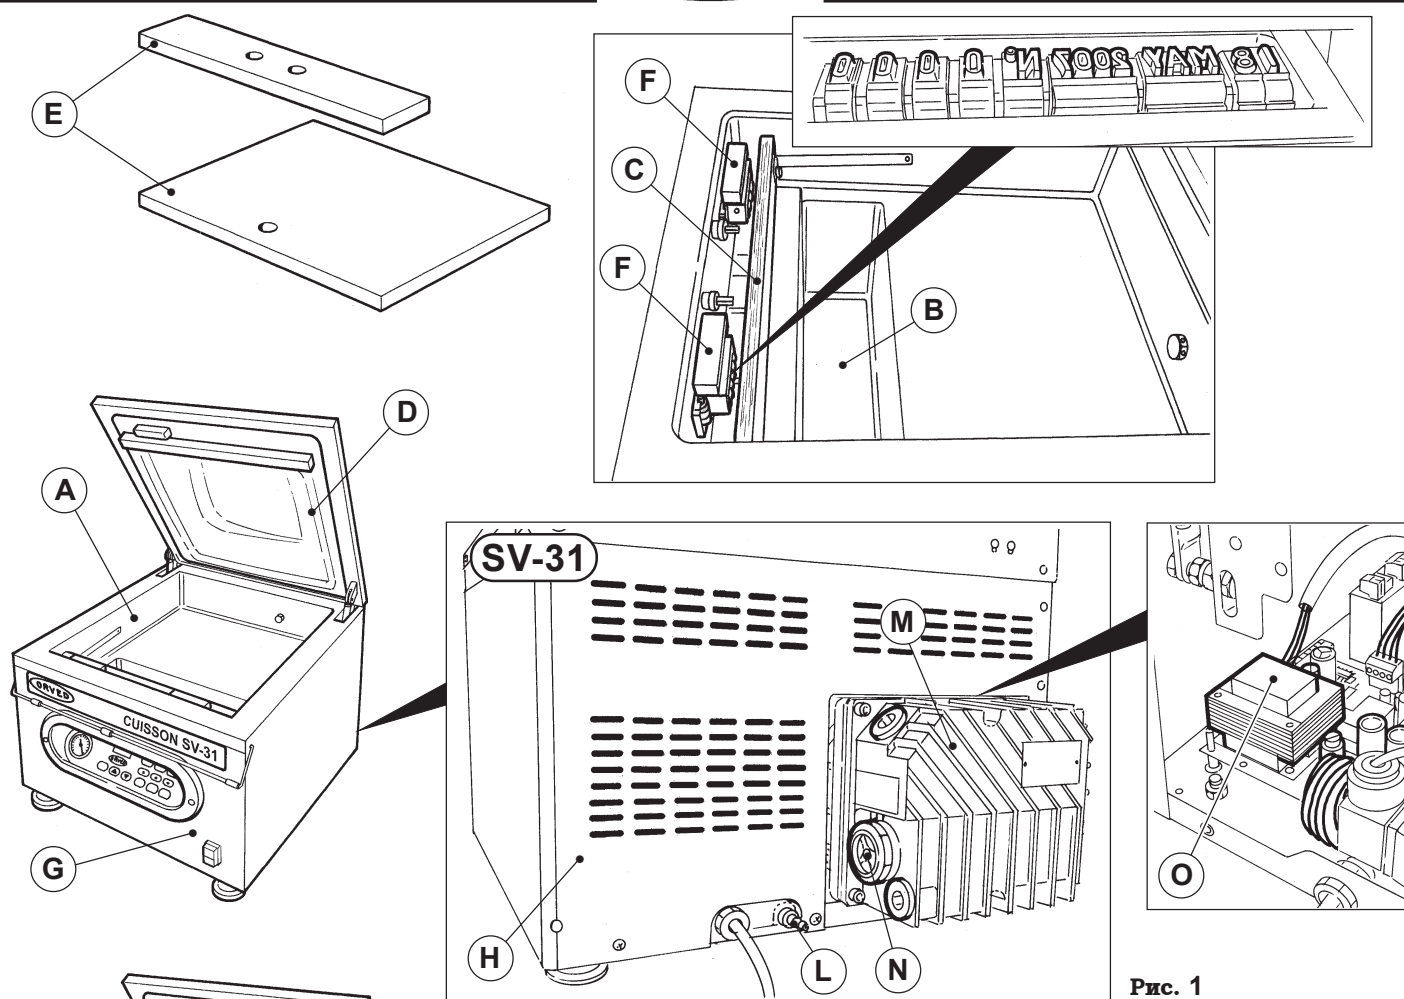

Рис. 1
- рабочая камера, выполненная из нержавеющей стали (A), снабжена специальным вертикальным углублением для упаковки жидких продуктов (B), внутри этой камеры осуществляется вакуумирование и запайка пакета посредством сварочной планки (C); рабочая камера снабжена крышкой из прозрачного плексигласа (D), через которую можно увидеть все фазы работы. Глубина рабочей камеры вместе с вертикальным углублением может изменяться посредством пластиковых пластин (E). Кроме того, камера оснащена устройством для проставления даты или артикула на пакете (F).
- на корпусе, изготовленном из нержавеющей стали (G), с передней стороны размещена цифровая панель управления, сзади корпус закрыт панелью из нержавеющей стали (H). Замена масла в насосе производится сбоку с левой стороны у модели (I - SV-41) и сзади у SV-31 (Рис. 1). Место для подсоединения газового балона находится сзади с левой стороны у (L - SV-41 Рис. 2) и в центре у (SV-31 Рис. 1);
- Вакуумный масляный насос с высокими эксплуатационными качествами (M) снабжен специальным окошком (N) для осуществления контроля за уровнем масла.
- Электрическое устройство, состоящее из электронной платы с предохранителем и платы управления с подключениями (O). Все управляется с помощью микропроцессора.